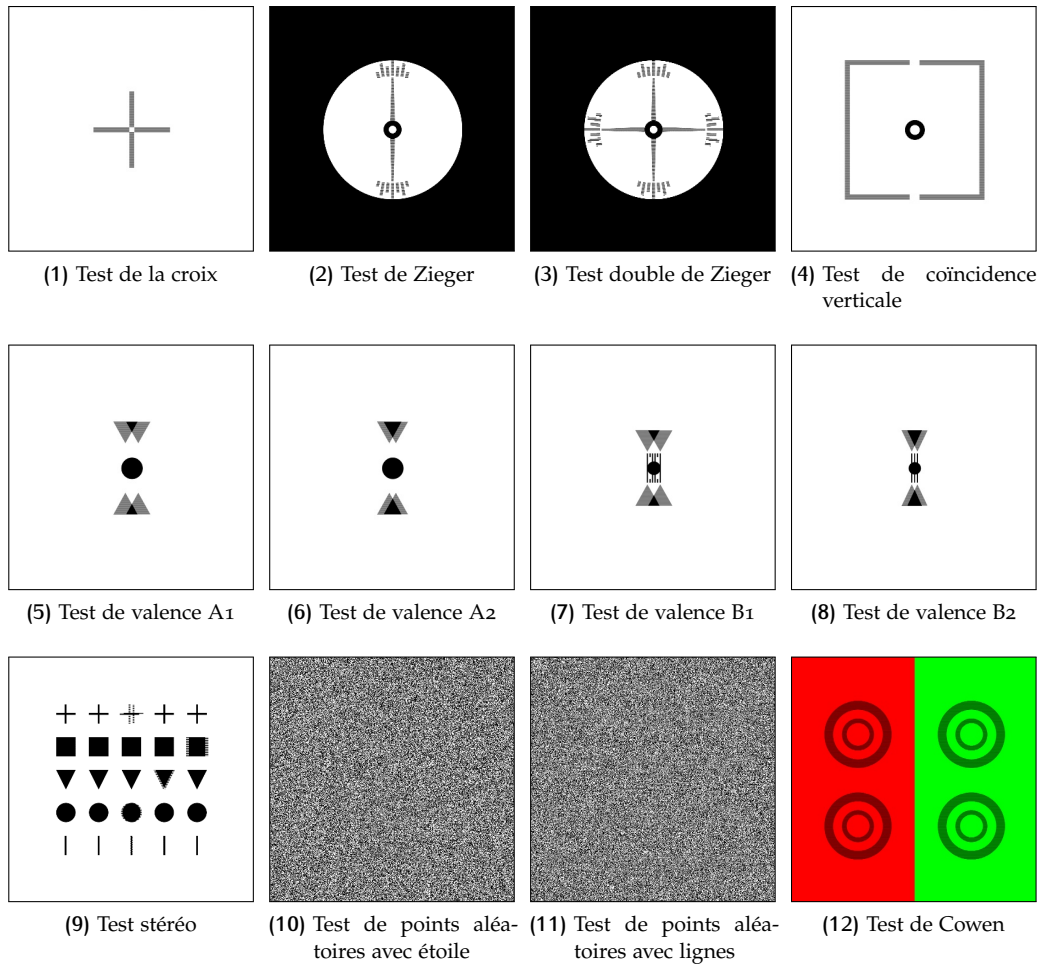

FIGURE 45 – Séquence de tests MKH
Ce test est constitué de 12 étapes différentes permettant d'évaluer la vision binoculaire. Les étapes sont indiquées dans la figure 45. Les étapes du (1) (test de la croix), du (2) (test de Zieger), du (3) (test double de Zieger), de la (4) (coïncidence verticale) et du (12) (test de Cowen) ont déjà été décrites dans le section 8.2 et le section 8.3.